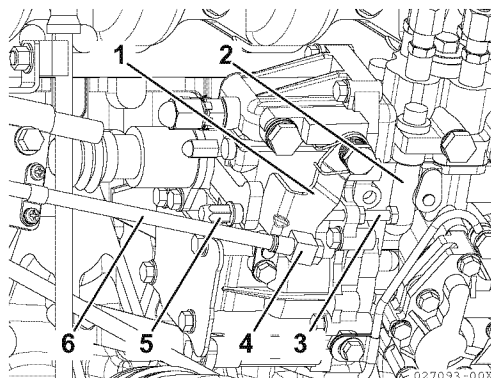
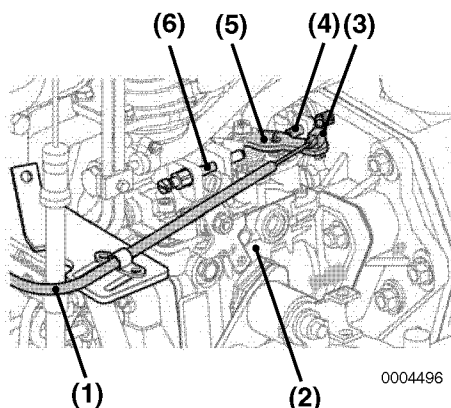

Figura 5
Figura 6
1. Para ajustar, solte o parafuso de ajuste (**Figura 5, (4)**) ou encaixe de cabos (**Figura 6, (3)**) do cabo do controlo remoto na lateral do motor e ajuste.
2. Ajuste a posição da travagem de alta velocidade (**Figura 5, (5)**) ou (**Figura 6, (6)**) primeiro e depois ajuste a travagem de baixa velocidade (**Figura 5, (3)**) ou (**Figura 6, (4)**), com o parafuso de ajuste na alavanca do controlo remoto (**Figura 5, (1)**) ou (**Figura 6, (5)**).